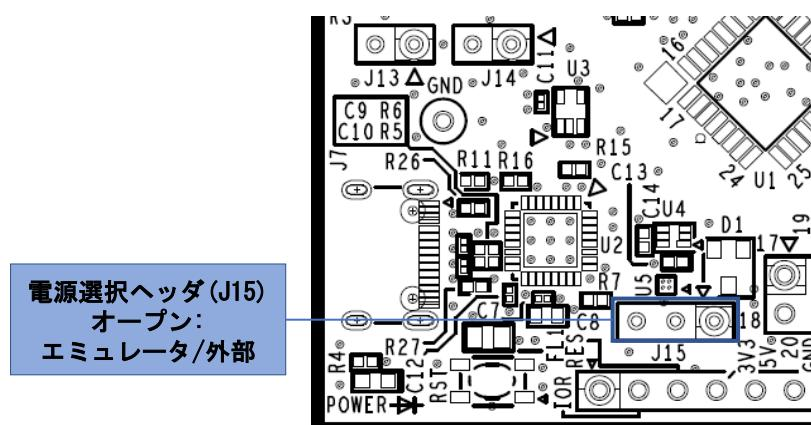

図 5-7: エミュレータ/外部電源使用時のヘッダ設定(部品面)
- ・ J15 オープン : エミュレータ/外部電源供給を選択。(図 5-7)